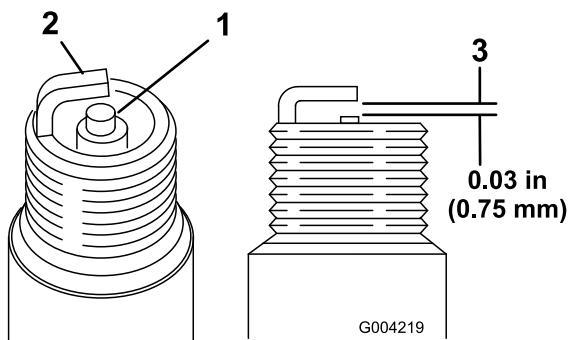

Рисунок 35
1. Осмотрите середину обеих свечей зажигания (Рисунок 35). Если вы видите на изоляторе светло-коричневый или серый налет, то двигатель работает должным образом . Черный налет на изоляторе обычно означает, что загрязнен воздухоочиститель.
| 2. Проверьте зазор между центральным и боковым электродами (Рисунок 35).
3. Если зазор неправильный, отогните боковой электрод (Рисунок 35). | |